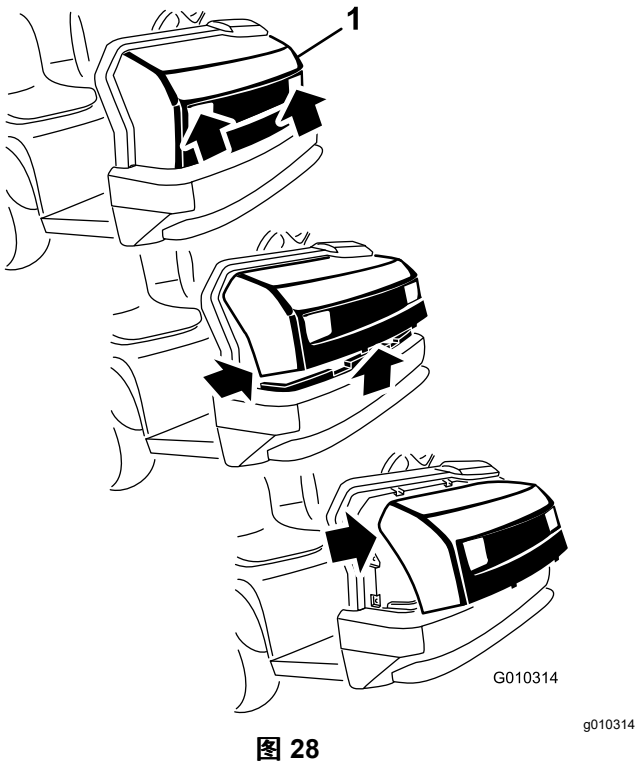

图 28
2. 将顶部安装凸耳插入机架槽中图 28。
3. 将下部安装凸耳插入机架槽中图 28。
1. 通过大灯开口抓住机罩的同时提起机罩以便从机架槽中松开下安装凸耳图 28。
2. 将机罩的底部向上旋转直至可将上安装凸耳从机架槽中拉出图 28。
3. 将机罩的顶部向前旋转从大灯上拔出电线接头图 28。